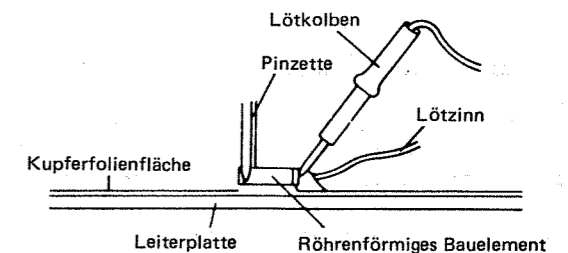

Abbildung 25-4
- Während nun ein Ende des Bauelements mit der Pinzette festgehalten wird, die beiden Anschlüsse nun hintereinander vollständig festlöten. Siehe Abbildung 25-4.
- Beim Berühren des Bauelements mit einer Pinzette, immer nur die Anschlüsse mit der Pinzette halten jedoch niemals den Bauelementkörper selbst. Siehe Abbildung 25-4.